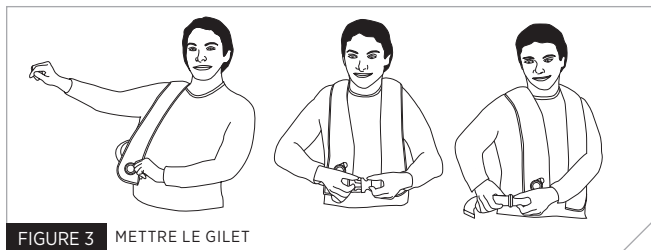

FIGURE 3 METTRE LE GILET
- 2) Enfilez le votre gilet de sauvetage comme un gilet ordinaire (Fig. 3) et attachez la boucle de ceinture. Insérez le bout de la ceinture dans le passant.